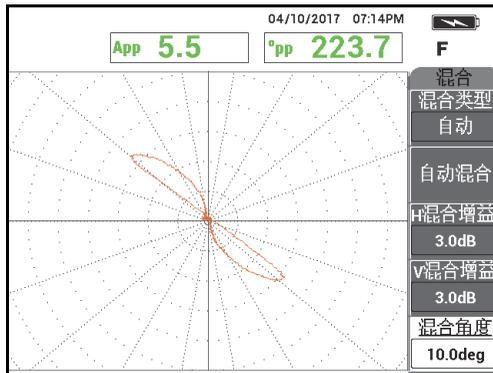

图 5-172 调节了自动混合角度的穿壁孔信号
- 按**混合角度**（功能键 E），然后转动混合信号，直到孔的信号达到大约 40° 的相位（参见第 233 页的图 5-172）。